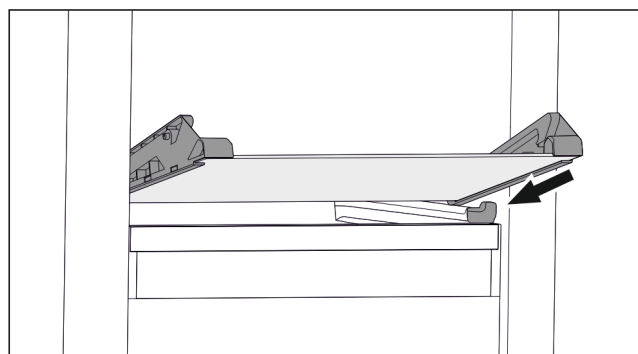

Fig. 108 Placa de vidrio del cajón inclinado
- ▶ Coloque la placa de vidrio inclinada detrás de los topes. (consulte Fig. 108)